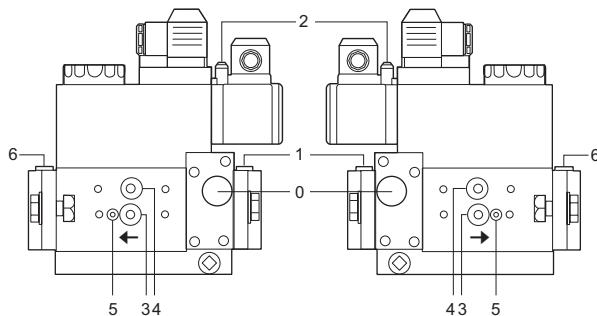
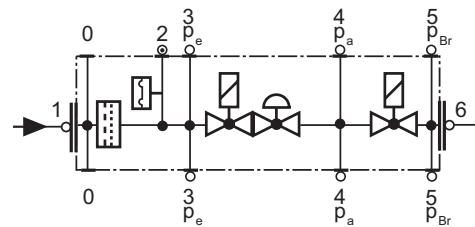

Fig. 28
Fig. 29
- Schimbati filtrul daca diferența de presiune dintre prizele de presiune 1 si 3 (Fig. 28-Fig. 29) este $\Delta p > 10$ mbar.
- Schimbati filtrul daca diferența de presiune dintre prizele de presiune 1 si 3 (Fig. 28-Fig. 29) este de doua ori mai mare comparata cu cea de la ultima verificare ;